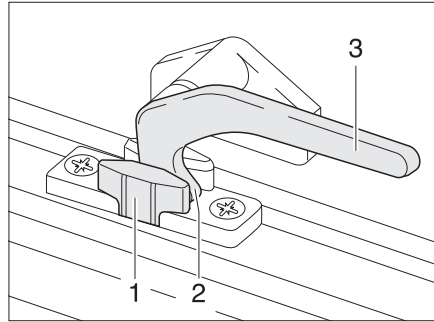
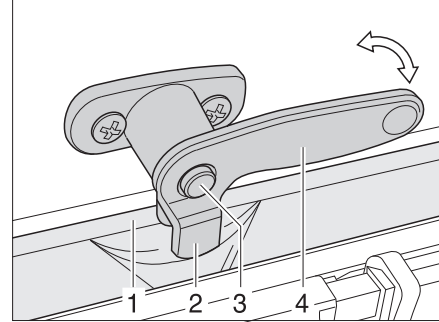

Fig. 69 Leva di serraggio in posizione "Aerazione continua"
Fig. 70 Leva di serraggio con bottone di sicurezza in posizione "Aerazione continua"
- In posizione di "Aerazione continua" (Fig. 69)
- Se presente, premere il bottone di sicurezza (Fig. 70,3) e mantenerlo premuto.
- Ruotare la leva di serraggio (Fig. 69,3 o Fig. 70,4) di un quarto di giro verso il centro della finestra.
- Girare nuovamente all'indietro la leva di serraggio. Far entrare il nasello di chiusura (Fig. 69,2 o Fig. 70,2) nella rientranza della chiusura della finestra (Fig. 69,1 o Fig. 70,1).